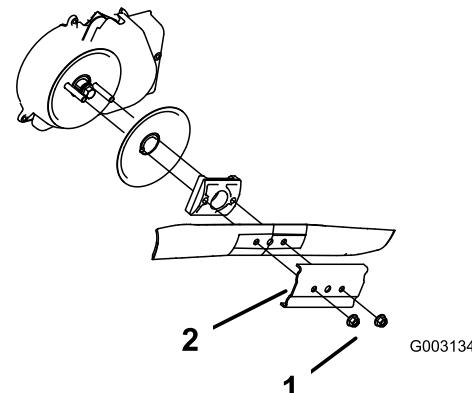

Figura 43
3. Retire las 2 tuercas de la cuchilla y el refuerzo (Figura 43).
4. Retire la cuchilla (Figura 43).
5. Retire el impulsor de la cuchilla y el disco (Figura 43).
6. Retire el protector del embrague del freno de la cuchilla (Figura 43)
- Instale la cuchilla y el refuerzo que retiró anteriormente (Figura 43).